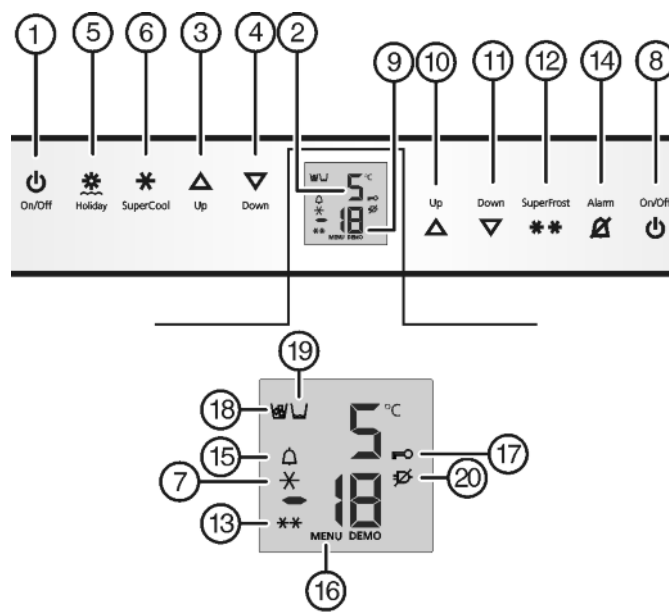

Fig. 2
- ▶ Нажмите кнопку On/Off морозильного отделения *Fig. 2 (8)*.
- ▶ Нажмите кнопку On/Off холодильного отделения *Fig. 2 (1)*.
- ▷ Холодильное отделение и отделение BioFresh включены: Индикатор температуры холодильного отделения *Fig. 2 (2)* светится. При открытии двери холодильного отделения включается внутреннее освещение.
- ▶ Активация режима настройки: удерживайте кнопку SuperFrost *Fig. 2 (12)* прилб. 5 секунд.
- ▷ Символ меню *Fig. 2 (16)* горит.
- ▶ Коротко нажмите кнопку SuperFrost *Fig. 2 (12)* для подтверждения.
- ▶ Для включения защиты от детей коротко нажмите клавишу SuperFrost *Fig. 2 (12)*.
- ▷ Символ "Защита от детей" *Fig. 2 (17)* горит. На индикации мигает **с**.
- ▶ Для выключения защиты от детей коротко нажмите клавишу SuperFrost *Fig. 2 (12)*.
- ▷ Символ защиты от детей *Fig. 2 (17)* гаснет. На индикации мигает **с**.
- ▶ Выход из режима настройки: нажмите кнопку On/Off морозильного отделения *Fig. 2 (8)*.
- ▶ Нажмите кнопку Alarm *Fig. 2 (14)*.
Одновременно мигает индикация температуры и символ тревоги *Fig. 2 (15)*.
Звуковой сигнал выключается автоматически, символ аварийного сигнала *Fig. 2 (15)* выключается и индикатор температуры перестает мигать, если температура снова становится достаточно низкой.
- ▶ Нажмите кнопку Alarm Fig. 2 (14).